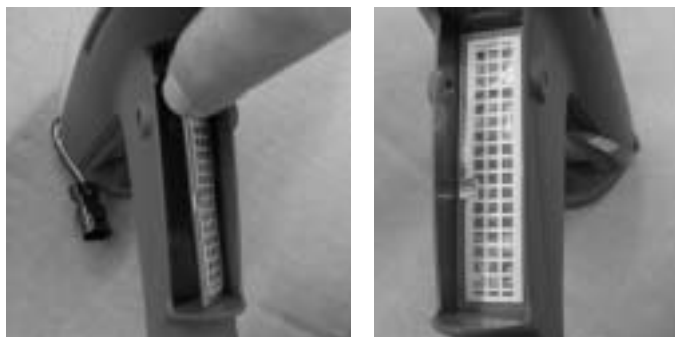

Рис. 6-11 Установка выключателя спускового устройства – операция 4
4. См. рис. 6-11. Стянуть с выключателя подложку клеящего покрытия.